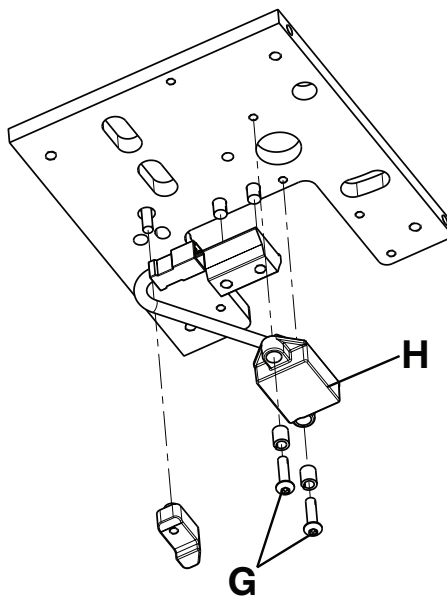

Figure 30 – Vue de dessous de l'ensemble TPS
7. À l'aide d'une clé à cliquet de 1/4 po et d'une clé Torx T25, retirer les deux vis d'assemblage à tête ronde (G) qui fixent l'ensemble TPS (H) (Figure 30). Conserver les vis.